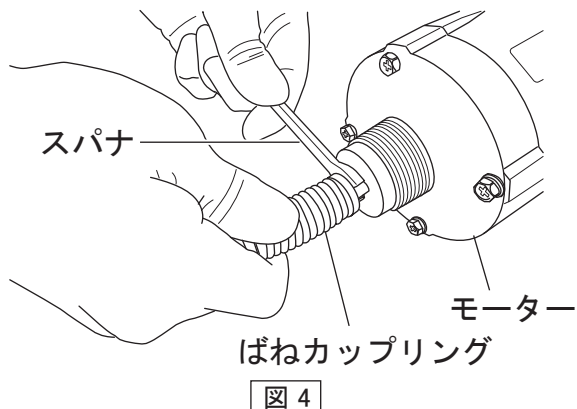

図 4
2. モーターにねじ固定されているばねカップリングを外す。(図4)
3. ばねカップリングをモーターに固定し、ばね部と六角シャフト部にグリースを塗布する。(図4)